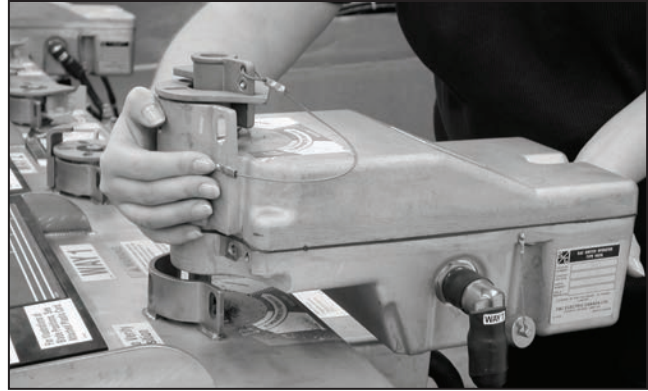

Figura 124. Coloque el moto-operador sobre el eje de operación del equipo.
PASO 1. Conecte el moto-operador al equipo. Coloque el moto-operador sobre el eje de operación del equipo. Ver Figura 124.